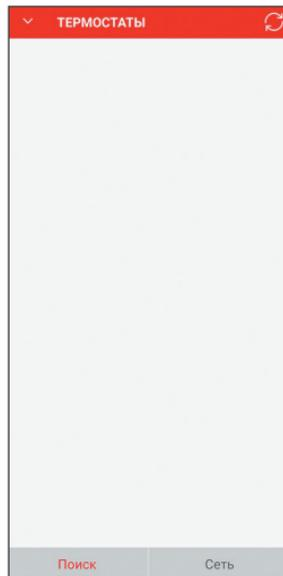

Рисунок 6
8.3.1. Запустите приложение Valtec «Heat Control». После загрузки приложения появится окно «Термостаты». Нажмите кнопку «Сеть» для настройки WiFi-соединения (*рисунок 6*).